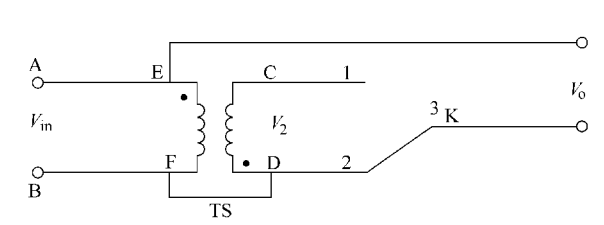

图 10-12 升压原理
(1) 低电压补偿原理。市电电压经变压器降压整流后，通过微处理器 21 脚采样，若压缩机工作时采样电压大于 180V，则升压继电器不动作；若电压小于 180V 时，微处理器（008 电路）通过 15 脚输出 5V 控制电压，经 MC1413 驱动升压继电器动作，使室外的压缩机风机四通阀获得升压电压而继续正常工作。
(2) 升压原理。升压原理及接线原理如图 10-12 所示。由图可见，尽管  $V_{in}$  为市电电压（50Hz 交流电），AB 两端总存在“+”“-”之分。假定某一时刻，A “+” B “-”，则